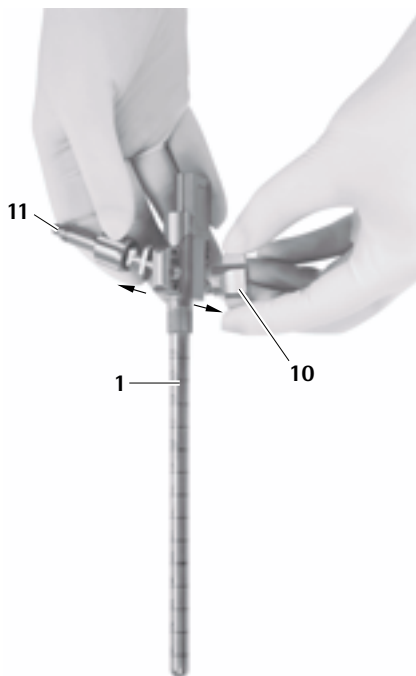

Fig. 13
- Retirer l'adaptateur pour bras de maintien 11, voir Fig. 13.